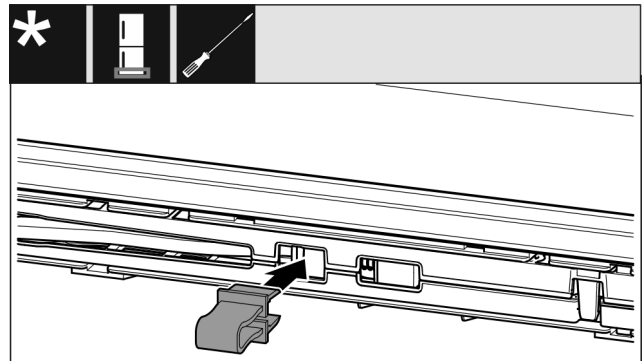

Fig. 17
- Enclencher la fixation dans l'ouverture. (voir Fig. 17)